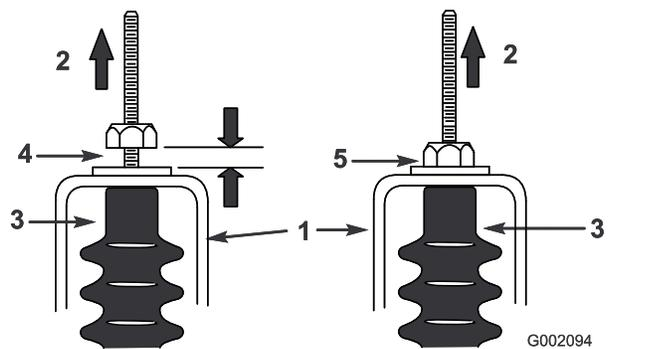

图 60
5. 向上拉每根换档线确保螺母/垫圈与空档支架之间留有 0.761.52mm 的空隙图 60。